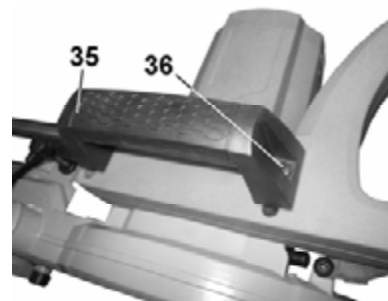

Рис. 4
8.1.1. Установите и надёжно закрепите двумя винтами (36) ручку для переноски (35), Рис.4.
3. Пильный диск плохо закреплён	3. Затянуть болт (14), Рис.4, после установки пильного диска